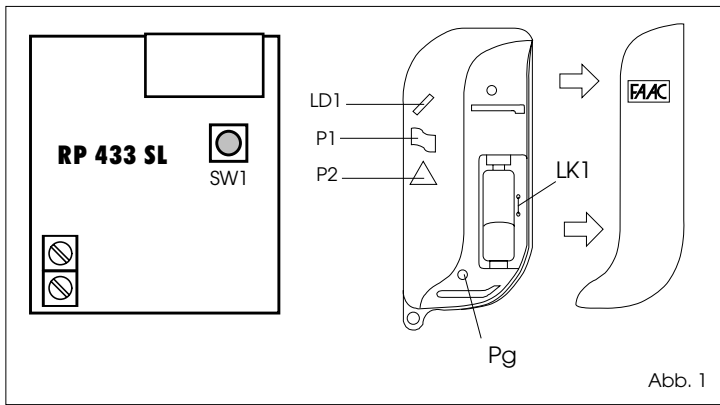

Abb. 1
- 1) Durch Abschieben des Deckels gem. Abb.1 das Sendergehäuse öffnen, wodurch die Taste zur Codeerzeugung (Abb.1-Pos.Pg) zugänglich wird.
- 2) Die dem jeweils zu kodierenden Kanal zugeordnete Aktiviertaste P (Abb.1) drücken und gedrückt halten. Hierbei sicherstellen, daß die Anzeige-Led (Abb.1-Pos.LD1) aufleuchtet.